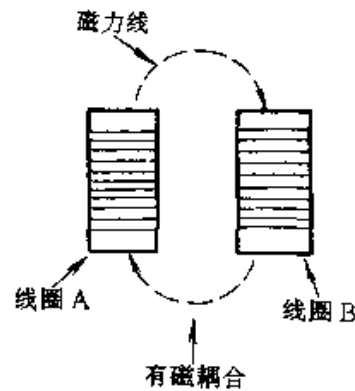

图 3-4
④ 电感元件应注意其互相之间的互感作用。需要互感作用的两电感线圈应靠近并平行放置,如图 3-4 所示,它们将通过磁力线进行磁耦合。